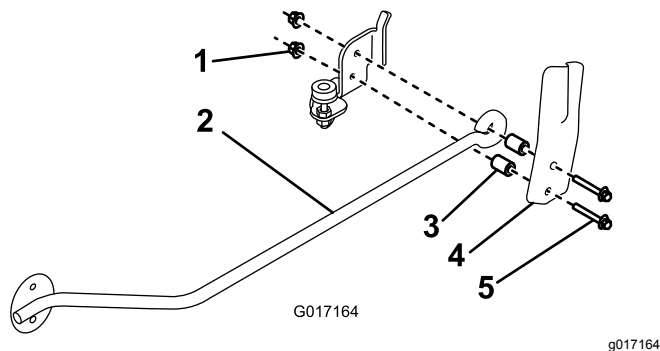

Bild 6
6. Befestigen Sie eine Bürstenfeder und Bürstenstange mit 2 Schrauben (M6 x 40 mm), Distanzstücken und Sicherungsmuttern (M6) an der Bürstenhalterung. Siehe Bild 6.